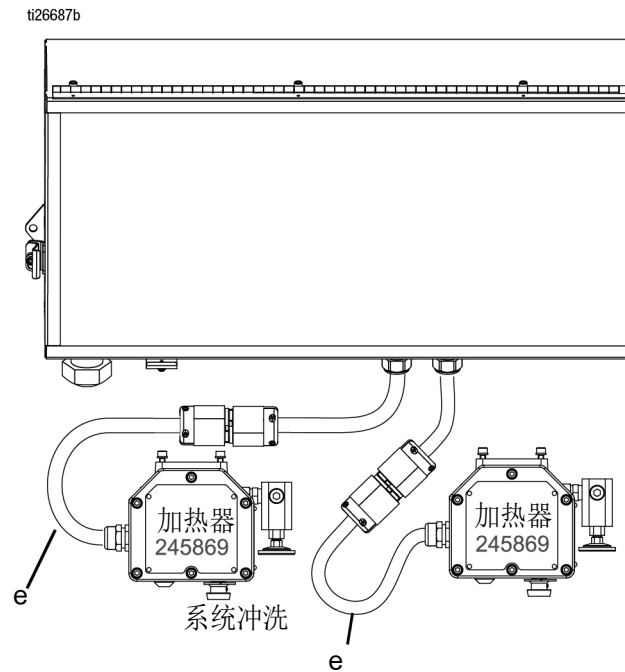

图 16
e. 对于非危险场所型号，连接料桶加热器和冲洗加热器的电源线 (e)。参见图 16。